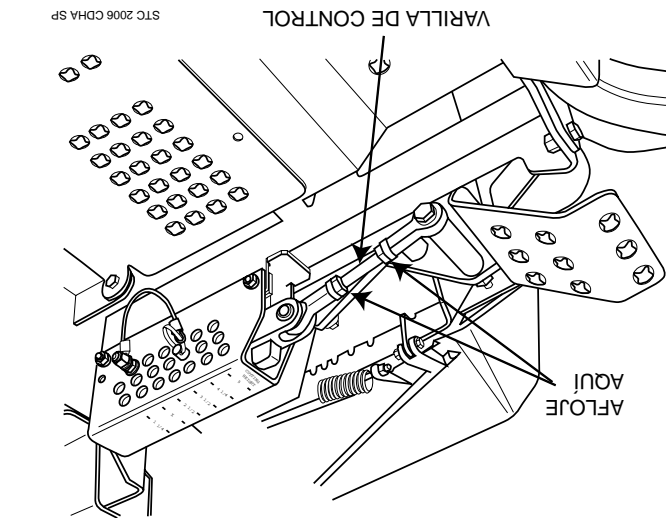
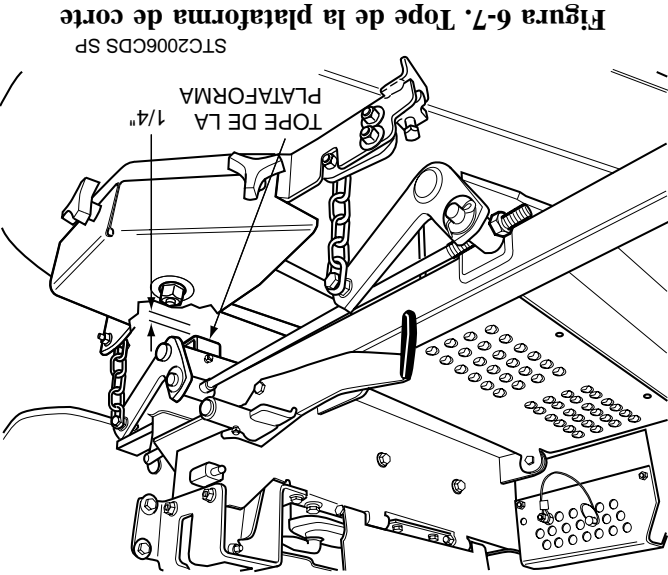

Figura 6-6. Ajuste de altura de la plataforma de corte
Figura 6-7. Tope de la plataforma de corte
1. Coloque la plataforma de corte en posición de transporte. Afloje las contratuercas en ambos extremos de la varilla de control de la altura de la plataforma. (Vea la Figura 6-6).
2. Gire la varilla de control (Vea la Figura 6-6) hasta que haya un espacio de 1/4" entre el tope posterior de la plataforma y la parte superior de la plataforma de corte. (Vea la Figura 6-7). Apriete las contratuercas en la varilla de control.
4. Verifique la medida desde el suelo hasta la punta de la cuchilla de corte. Si la medida no se encuentra en 3", puede realizarse un ajuste utilizando la varilla de control de altura de la plataforma. (Vea la Figura 6-6).